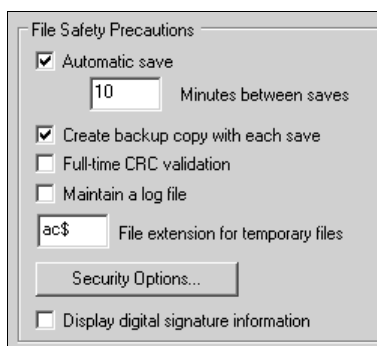

Рис. 2.7. Настройка автоматического сохранения и создания резервной копии рисунка
3. В области **File Safety Precautions** (Меры предосторожности при сохранении) установите флажок **Automatic save** (Автосохранение) и введите значение промежутка времени между двумя последовательными автоматическими сохранениями в поле **Minutes between saves** (Интервал, мин.) (рис. 2.7).
2. В диалоговом окне выберите вкладку **Open and Save** (Открытие/Сохранение) и щелкните кнопку  **Security Options** (Безопасность) (см. рис. 2.7).